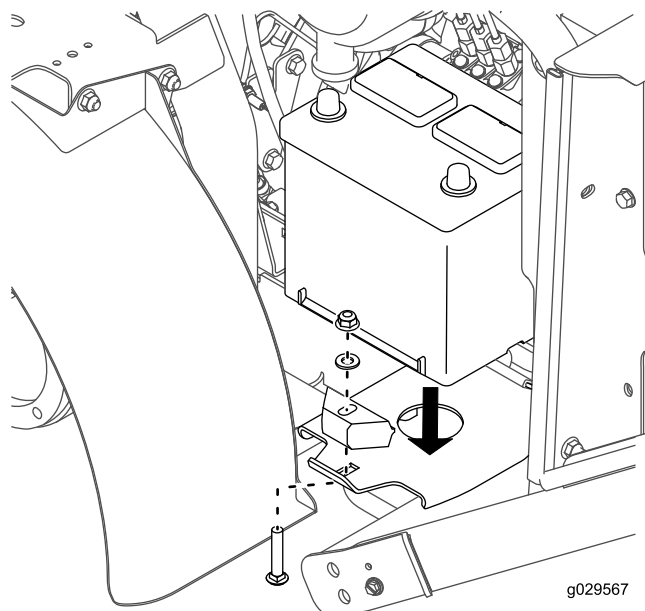

Figura 10
8. Monte, sem apertar, a bateria à plataforma com o parafuso de carroçaria, fixador, anilha e porca previamente removidos (Figura 10).